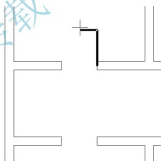

图 2.87 绘制门扇
(3) 在**指定起点宽度 <0.0000>**: 提示下, 输入“50”。
(4) 在**指定端点宽度 <0.0000>**: 提示下, 输入“50”, 表示将线宽改为 50mm。打开【正交】功能, 并将光标垂直向上拖动。
(5) 在**指定下一个点或 [圆弧 (A)/ 半宽 (H)/ 长度 (L)/ 放弃 (U)/ 宽度 (W)]:** 提示下, 输入“1000”后按 Enter 键。这样就画出线宽为 50mm、长度为 1000mm 的门扇, 如图 2.87 所示。